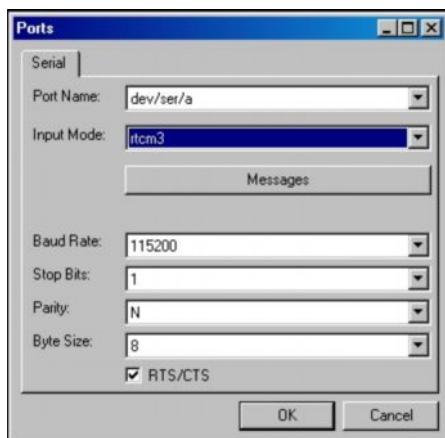

Рис. 3-17. Настройка портов
13. Для RTK съемки нажмите Ports, введите параметры COM порта, затем нажмите ОК (Рис. 3-17 на стр. 3-18).